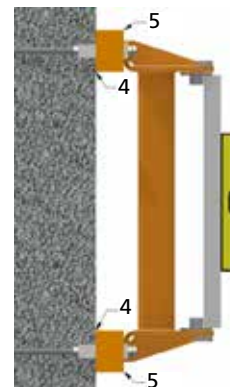

fig.39
- d. La perfetta messa in bolla si ottiene, se necessario, inserendo opportuni spessori 4 (non facenti parte della fornitura), sotto le staffe anteriori 5 (fig. 39).